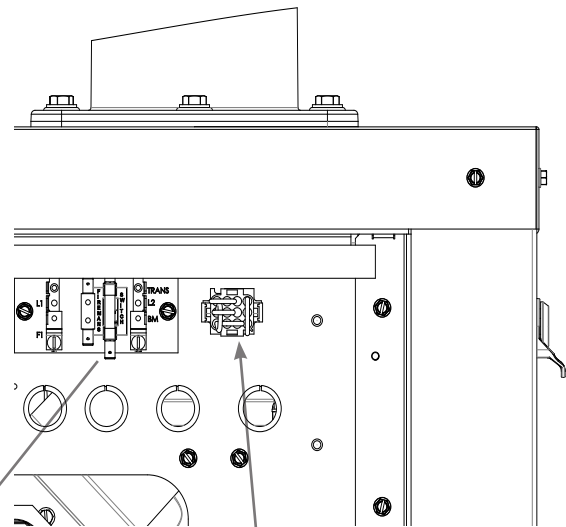

Figura 34.
- Conecte el CONECTOR ROJO (240 VCA) en el enchufe de 12 pines ubicado en el panel eléctrico (vea la Figura 34).
- Conecte los cables entre los terminales del interruptor de bombero en el calentador y el relé. Conecte los cables desde el controlador o temporizador al interruptor de bombero. El controlador, el temporizador o el relé deben ajustarse para funcionar con 24 VCA a 0,5 amperes (porque completará el circuito de la placa de control de 24 VCA en el calentador como se muestra en la Figura 34 de la página 40). NO aplique el voltaje de la línea a los terminales del interruptor de bombero. Use un cable calibre 18 con un mínimo de 1,20 mm (3/64 in) de grosor de aislación y clasificado para una elevación de temperatura de 105 °C como mínimo.